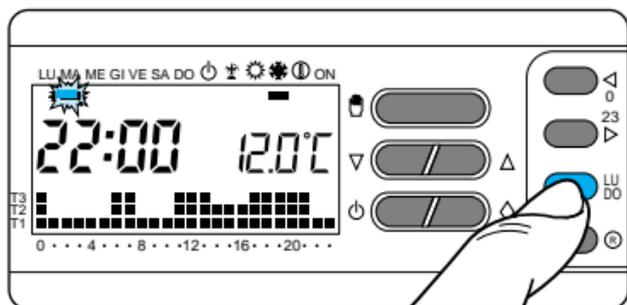

Fig. 44
**8.6** - Para programar de otra manera los días sucesivos, haga avanzar el día mediante el botón **LU:DO**, y repita el procedimiento descrito en el apartado 8.4 (fig. 44).